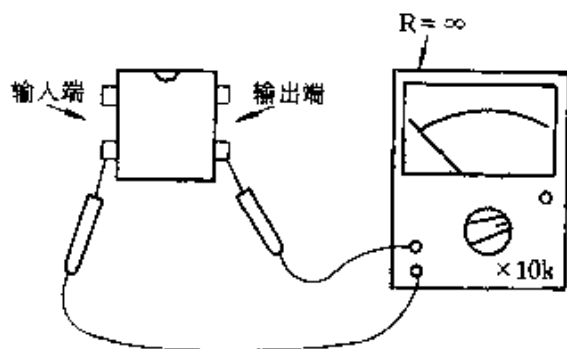

图 2-309
④ 检测绝缘电阻;万用表置于“ $R \times 10k$ ”挡,测量输入端与输出端之间任两个引脚间的电阻,均应为无穷大,如图 2-309 所示。